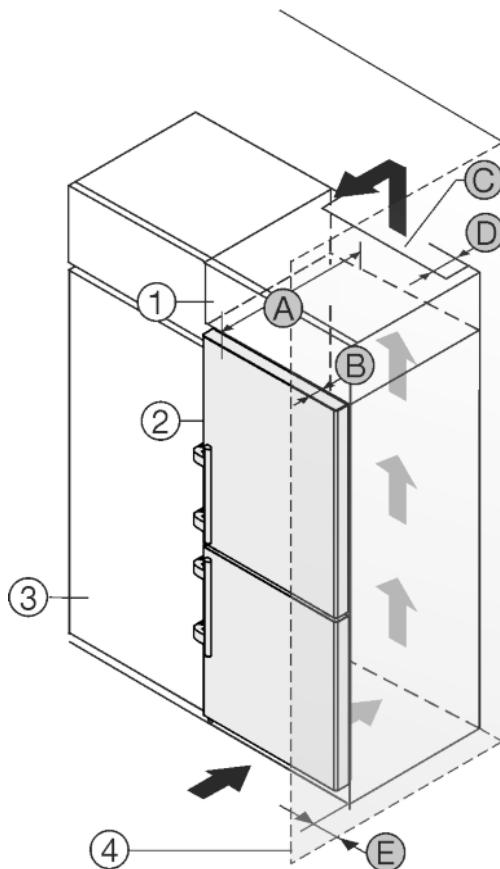

Fig. 45
Пристрій можна комбінувати з кухонними шафами. Для того, щоб пристрій Fig. 45 (2) вирівняти по висоті кухонної секції, на пристрій можна встановити антресольну секцію Fig. 45 (1).
Пристрій можна встановлювати безпосередньо поряд з кухонною шафою Fig. 45 (3). Для повного відкриття дверей пристрій повинен виступати на глибину Fig. 45 (B) відносно передньої панелі кухонної шафи. Залежно від глибини кухонних шаф та використання пристінних розпірок пристрій можна встановити так, щоб він виступав вперед.
- Задня сторона антресольної шафи повинна мати вентиляційний канал глибиною Fig. 45 (D) вздовж всієї ширини шафи.
- Під стелею приміщення слід дотримуватися поперечного перерізу вентиляційного відведення повітря Fig. 45 (C).
Якщо пристрій з шарнірами встановлюється поряд зі стінкою Fig. 45 (4), то між пристроєм та стінкою слід додержуватися відстані Fig. 45 (E). Це відповідає виступу ручки при відкритих дверцях.